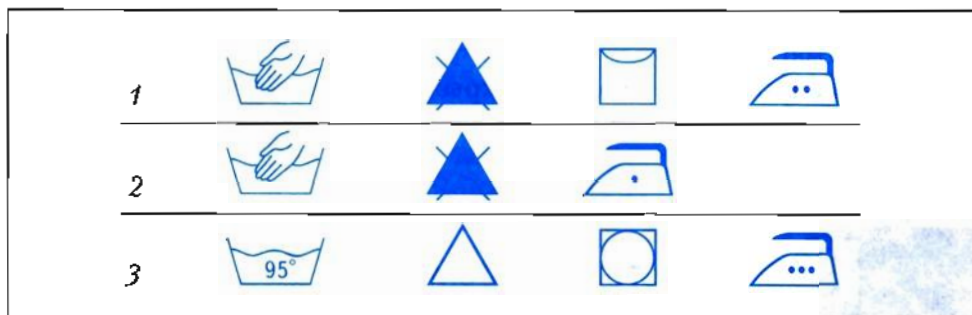

Рис. 90. Символы, встречающиеся на маркировке изделий
**Задание 1.** Расшифруйте символы (рис. 90) и запишите в рабочей тетради, какому виду ткани они соответствуют.